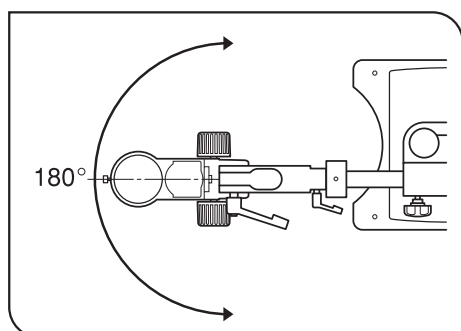

Fig. 21
6. Per ruotare il microscopio orizzontalmente, sbloccare il braccio dello stativo SZX o il microscopio SZX (Fig. 21)